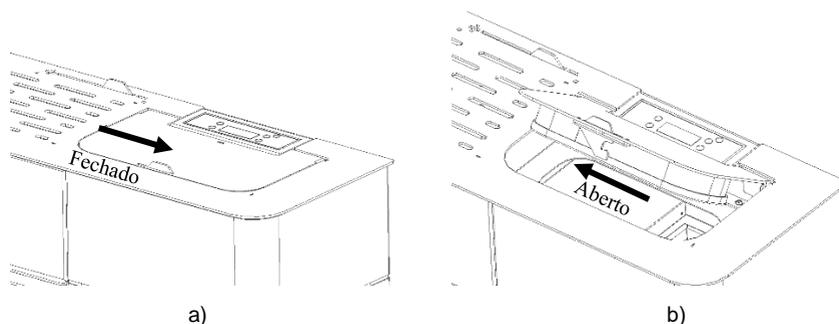

Figura 98 - abertura de la tapa
a) Abra la tapa del depósito de pellets, en la zona superior del equipo, tal y como se muestra en la Figura 98.